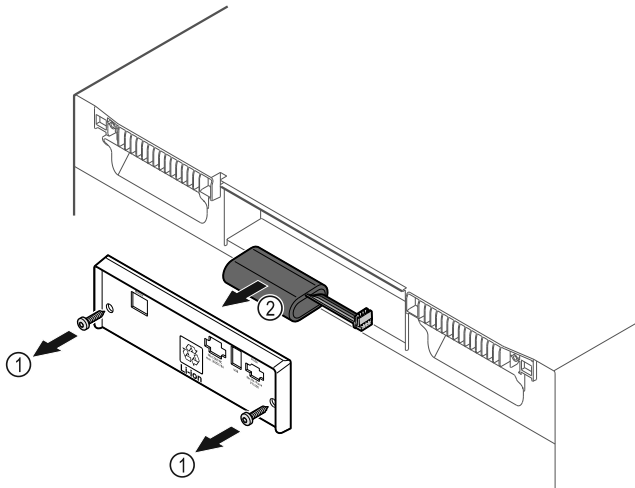

Fig. 185
- Csavarja ki a csavarokat, és távolítsa el a burkolatot a készülék hátoldaláról Fig. 185 (1).
- Válassza le, és vegye ki az elemet Fig. 185 (2).